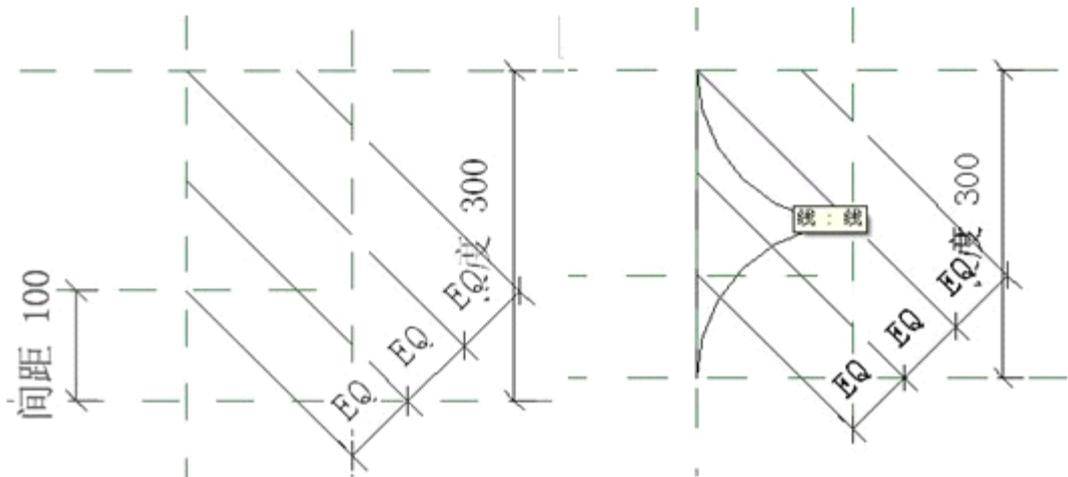

图 19.5-4
3)、绘制符号：单击详图面板的“直线”命令，选择“轻磅线”类型，以间距 100 的参照平面为起点，绘制角度为 45 度的第一条斜线，然后以 100 为距离复制 3 条，对其进行尺寸标注，并均分。单击详图面板的“直线”命令，绘制弧线（如图 19.5-4 所示）。